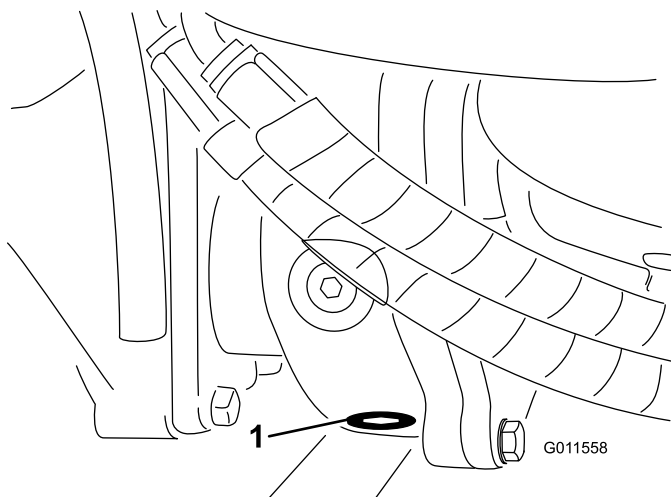

図 65
5. ギアボックスの底面にあるドレンプラグの周囲をウェスできれいにする図 65。